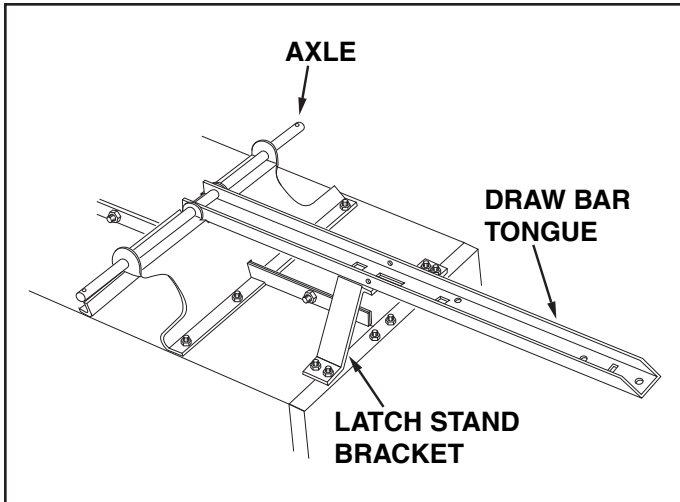

FIGURE 9
- To prevent accidental tipping during the following assembly procedures, lower the cart to rest upside down on its top flanges, so that the wheel support is facing up. See figure 9.
- Lay the drawbar tongue (open side facing up) onto the Wheel Support and the Latch Stand Bracket. Assemble the axle through the wheel support and the tongue. See figure 9.
13. Afin d'empêcher un basculement accidentel pendant les procédures d'assemblage suivantes, renversez la remorque et faites la reposer sur la partie supérieure des panneaux latéraux de telle sorte que le support de roue regarde vers le haut. Voir figure 9.
14. Posez la barre de traction d'attelage ( côté ouvert faisant face vers le haut) sur le support de roue et le support de soutien d'attelage. Montez l'essieu en le faisant passer au travers du support de roue et de la barre d'attelage. Voir figure 9.